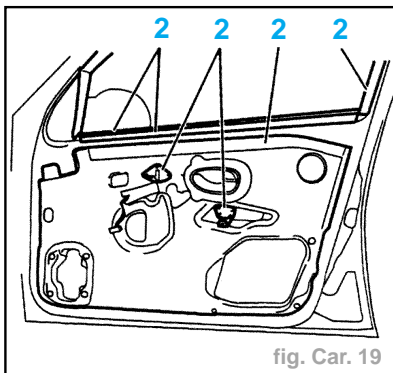

fig. Car. 19
- Déposer (fig. Car. 19) :
- les supports (1) en perçant les rivets,
- la feuille d'étanchéité (2),